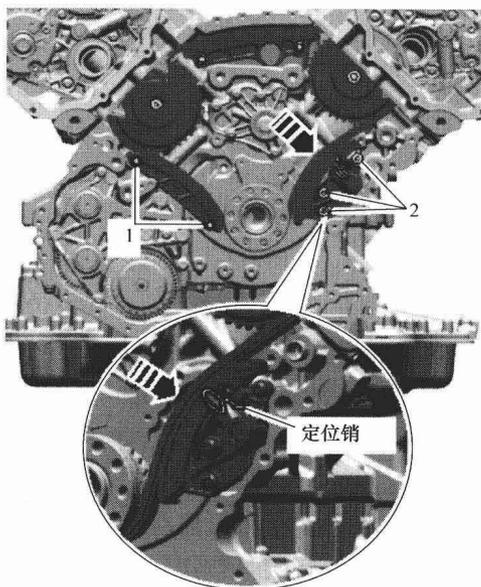

图 1-1-18
(13) 沿图 1-1-18 所示的箭头方向按压驱动链链条张紧器的滑轨，并用定位销卡住
(14) 如图 1-1-18 所示，旋出螺栓 1 并取下滑轨。
(15) 如图 1-1-18 所示，旋出螺栓 2 并取下链条张紧器。
(16) 取下控制机构驱动链。
(1) 根据拆卸时记下的标记把控制机构驱动链放到驱动链轮上。
(2) 如图 1-1-18 所示, 安装滑轨并拧紧螺栓 1。
(3) 如图 1-1-18 所示, 安装链条张紧器并拧紧螺栓 2。
(4) 如图 1-1-18 所示, 沿箭头方向按压传动链张紧器的滑轨并将定位销从链条张紧器中拔出。